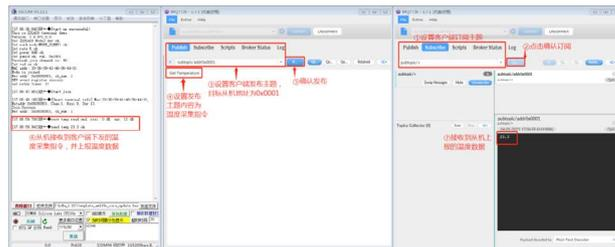

图8 MQTT客户端采集LoRa终端温度数据
- 2.MQTT 客户端向终端 (0x0001) 发布温度采集指令主题: subpotic/addr0x0001, 温度采集指令“Get Temperature”; 网关接收后下发至终端 (0x0001), 终端再将温度数据上报给网关, MQTT 客户端就能收到 ZSL420-EVB Demo 板温度数据, 如图 8 所示。